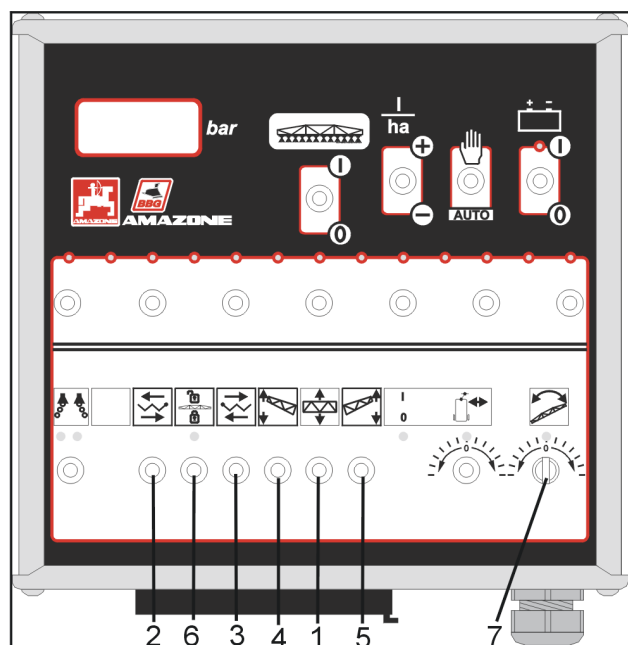

Рис. 8.29
- Сложенные штанги заблокируйте в транспортном положении при помощи автоматической транспортной блокировки, нажав клавишу (Рис. 8.29/1).